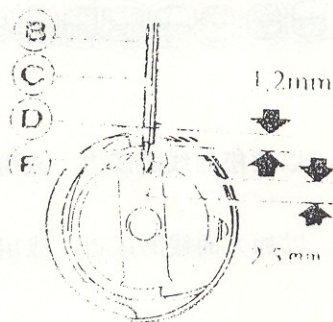

图 28
6.1.2 旋梭同步的调节 (见图 28、29)
旋梭和机针之间的相互运动关系, 对缝纫性能的影响很大。标准的同步关系是: 机针 D 下降至最低位置后再上升 2.5 毫米, 这时旋梭的勾线尖 C 应与机针的中心线 E 在一直线上, 并高于机针的针孔 E 上边约 1.2 毫米 (见图 28)。